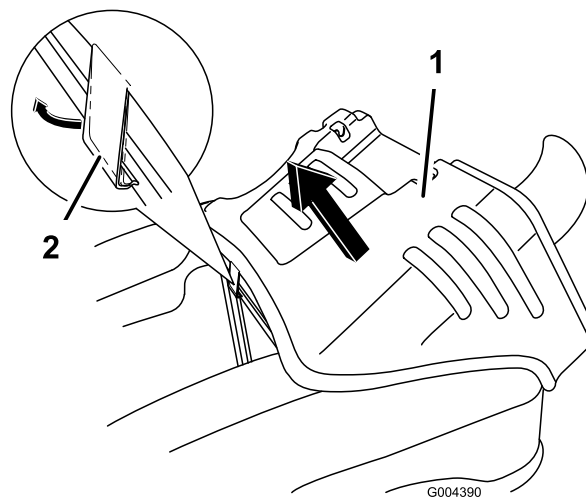

Figura 25
6. Sujete el capó por delante y por detrás. Presione hacia abajo la parte delantera del capó para liberar el cierre de retención delantero, y separe el capó del bastidor (Figura 25).